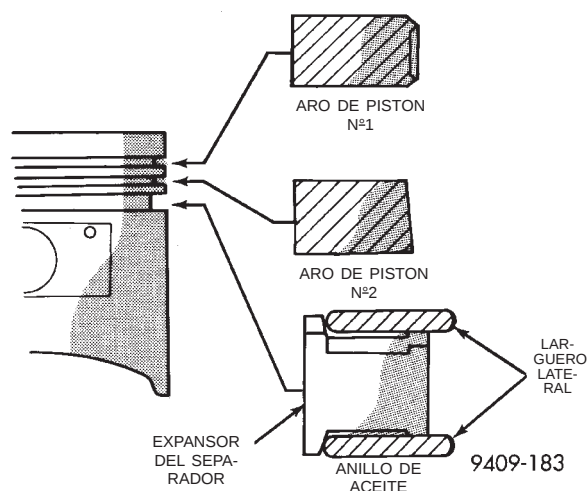

Fig. 90 Aros de pistón—instalación
(1) Los aros de pistón n°1 y n°2 tienen un corte transversal diferente. Instale los aros con la marca de fábrica y la marca de tamaño mirando hacia arriba, orientados hacia la parte superior del pistón (Fig. 90).